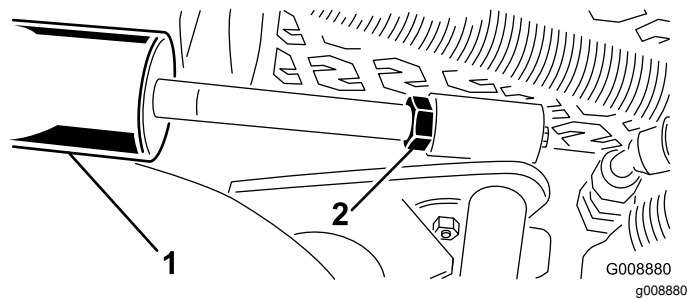

Figura 15
A. Abbassate l'apparato di taglio e allentate il controdado sul cilindro (Figura 15).